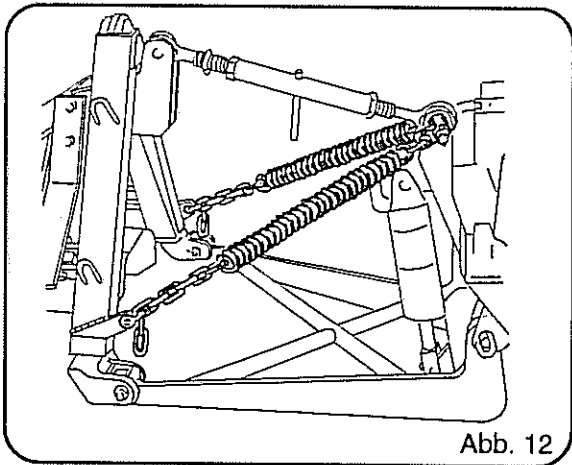

Abb. 12
Die beiden Federn werden mit ihren Anschlußteilen normalerweise (Abb. 12)
- Federentlastung schlepperseitig aushängen (Seite 13, Abb. 12, 13)